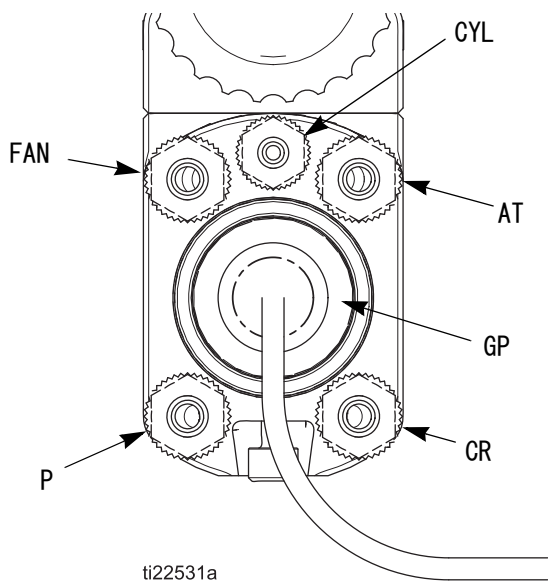

図 13 マニホールドの接続
- a. 接地、23 ページを参照してください。流体ブラケット (F) を、ガンの背後の、Graco 製の流体用チューブ（最大長 2.4 m、8 フィート）が届く位置に取り付けます。接地線をブラケットにしっかりと接続し、他の端を大地アースに接続します。
- c. Graco 製の流体用チューブを、流体ブラケットとガンの流体供給入口ポート (P) に接続します。図 13、18 ページを参照してください。循環ラインを使用する場合には、Graco 製の流体用チューブを、流体ブラケットとガンの循環ポート (CR) に接続します。